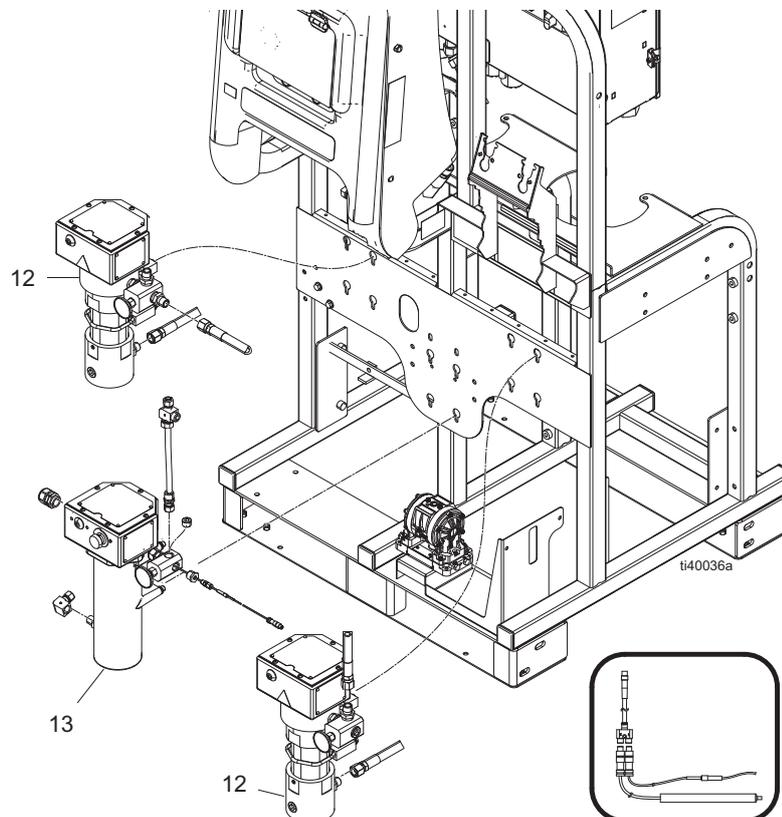

FIG. 8: Riscaldatori sul modulo del sistema
5. **Riscaldatori del modulo del sistema:** Vedere FIG. 8. Allentare le quattro viti di montaggio, le rondelle di blocco e le rondelle piane sulla parte posteriore del riscaldatore (12 o 13) che lo fissano al telaio del sistema. Far scorrere verso l'alto il riscaldatore e toglierlo dalla piastra di montaggio.
6. **Riscaldatori modulo di alimentazione:** Vedere pagina 60. Allentare le quattro viti di montaggio, le rondelle di blocco e le rondelle piane sulla parte posteriore del riscaldatore (226) che lo fissano al telaio del sistema. Far scorrere verso l'alto il riscaldatore e toglierlo dalla piastra di montaggio.